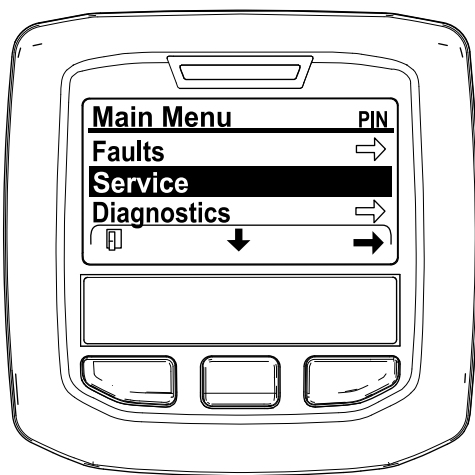

Figura 32
2. Navigate al MENU PRINCIPALE, premete il pulsante centrale per scorrere fino all'opzione MENU MANUTENZIONE, poi premete il pulsante destro per selezionare l'opzione MANUTENZIONE (Figura 32).